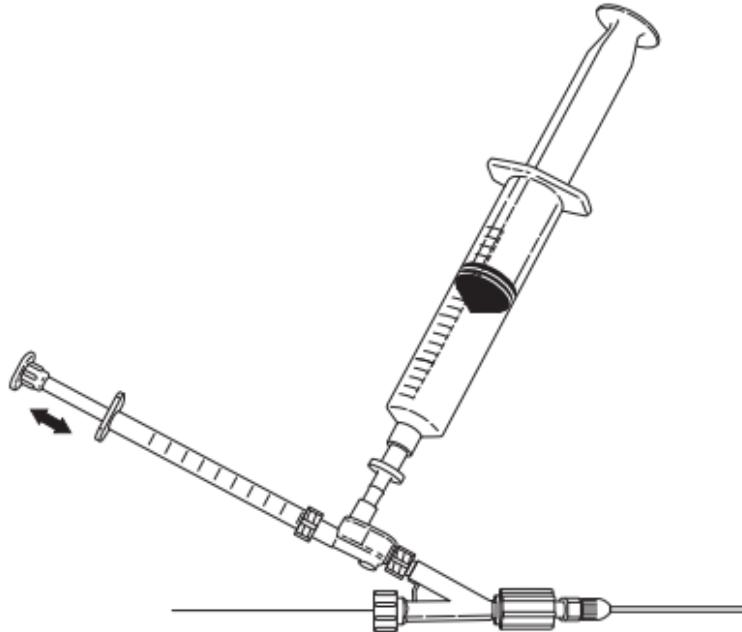

Abb. 8
10. Um die Lösung zu infundieren, die gewünschte Dosis auf die 1-ml-Spritze ziehen und injizieren. Die 1-ml-Spritze erneut füllen und den Infusionsvorgang wie erforderlich wiederholen. (**Abb. 8**)